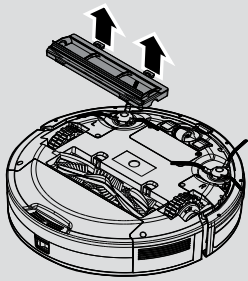

Fig. 12
2. Premere le clips della piastra di supporto e rimuovere il coperchio del rullo. [Fig. 12]